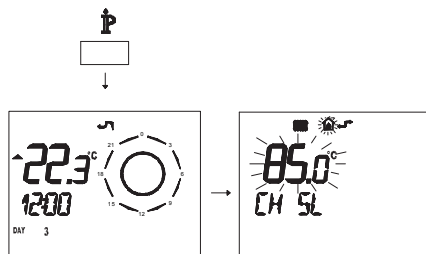

Figura 5.31
- Premere per più di 3 secondi il pulsante  per entrare in modalità **INFO** (Figura 5.31).